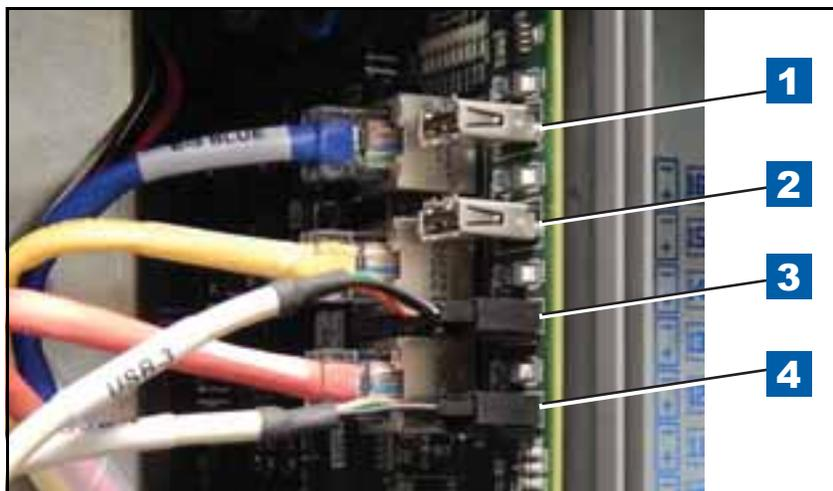

Figura 19. Conecte os cabos do módulo USB
6. Conecte os dois cabos USB do módulo USB (nomeados 3 e 4) nos conectores USB 3 e 4 da placa CPU 3 e 4 (ver Figura 19).